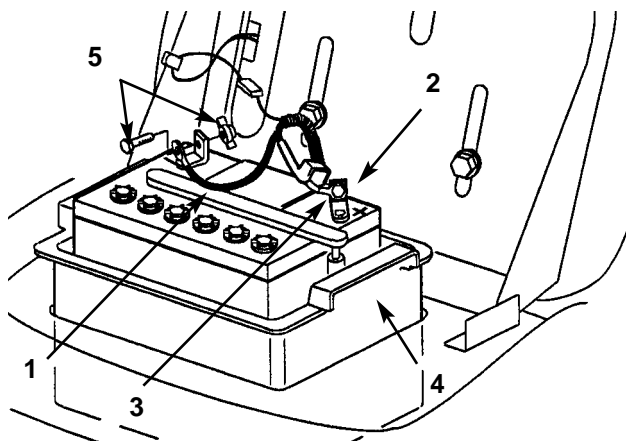

Fig. 20
3. Staccate il morsetto negativo di terra (nero) dal polo della batteria (Fig. 20).
4. Spingete in alto la guaina di gomma del morsetto positivo (rosso) e staccate quest'ultimo dal polo della batteria (Fig. 20).
3. Con il bullone ed il galletto collegate il morsetto positivo (rosso) al polo positivo della batteria (+) (Fig. 20). Infilate la guaina di gomma sul polo della batteria.
4. Con il bullone ed il galletto collegate il morsetto negativo (nero) della batteria (-) (Fig. 20).